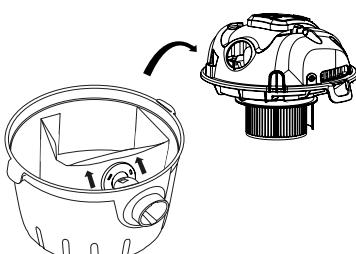

Fig. 8 – Retirando la bolsa de polvo usada
- Levante la tapa y retire la bolsa de polvo usada, tirándola en el sentido contrario al encaje, conforme muestra la Fig. 8;